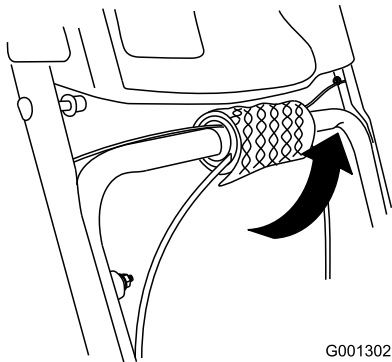

Bild 5
1. Entfernen Sie die Blisterfolie von den Kabeln am unteren Holm ab, und werfen sie weg (Bild 5).